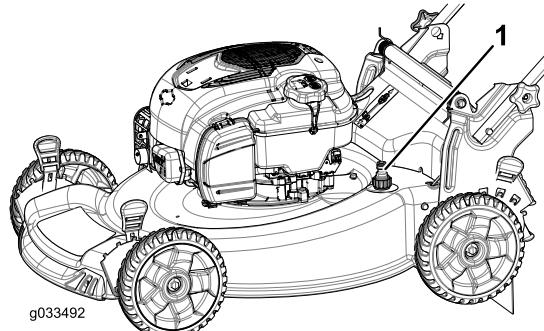

Figura 26
5. Collegate una canna da giardino al rubinetto dell'acqua e al foro di lavaggio (Figura 26).